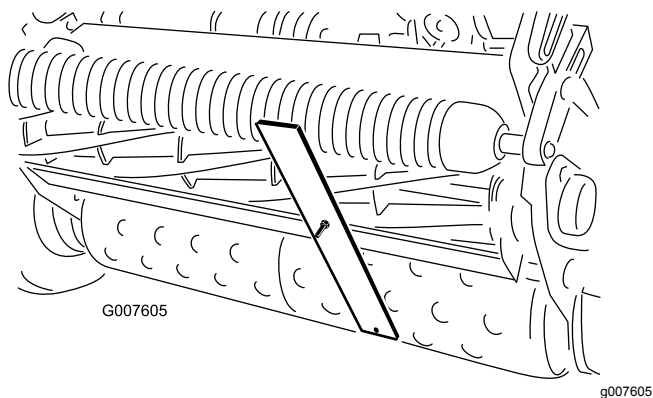

图51
4. 将螺丝头钩在底刀的刀刃上并将调刀尺的后端放到后滚筒上 图51。